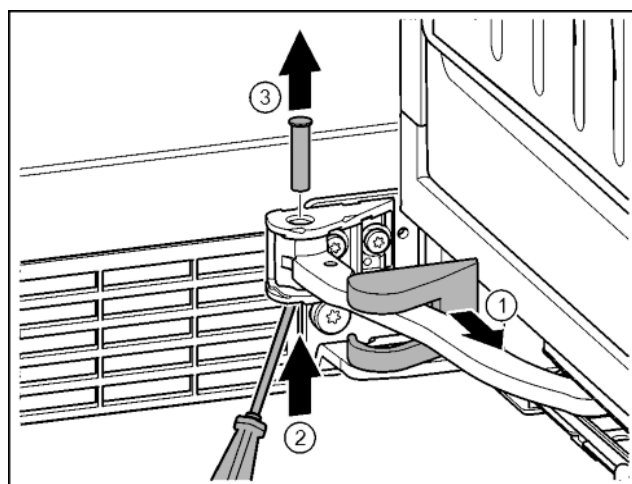

Fig. 19
- ▶ Zdjąć osłonę płytki zawiasu i przesunąć wzdłuż przegubu. *Fig. 19 (1)*
- ▶ Sworznie unieść od dotu palcami lub przy pomocy śrubokręta. *Fig. 19 (2)*
- ▶ Śrubokręt wsunąć pod główkę sworznia i wyjąć. *Fig. 19 (3)*